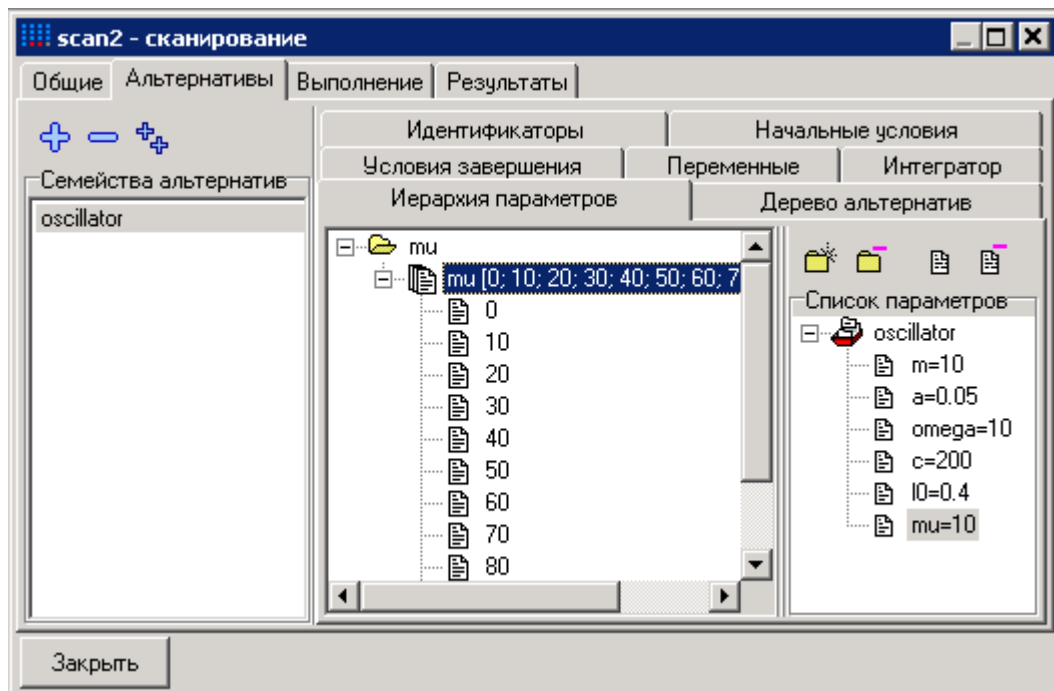

Рис. 2.6. Проект сканирования: иерархия параметров
3. Нажмите кнопку **ОК** и вернитесь в окно описания проекта сканирования. На закладке **Иерархия параметров** появится новая группа параметров с именем **μ** (см. рис. 2.6).
4. Вызовите контекстное меню для узла **Группа1**. В появившемся меню выберите пункт **Переименовать группу параметров** и введите **μ** . В итоге закладка **Иерархия параметров** будет выглядеть, как на рис. 2.6.